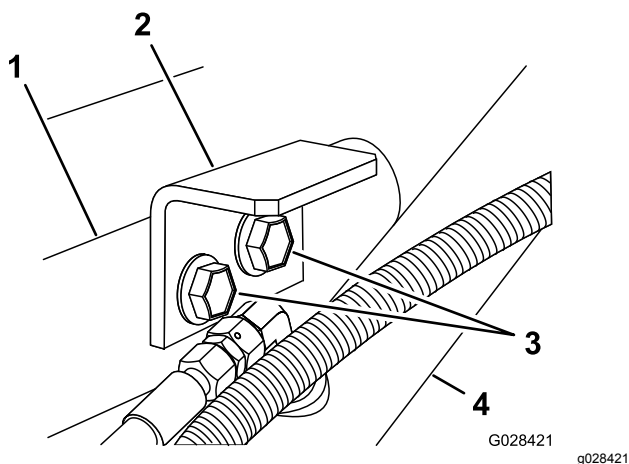

Рисунок 7
3. Установите прижимные кронштейны на опорный кронштейн и раму с помощью 2 болтов с фланцевыми головками и 2 фланцевых контргаек, снятых при выполнении пункта 1 (Рисунок 7).